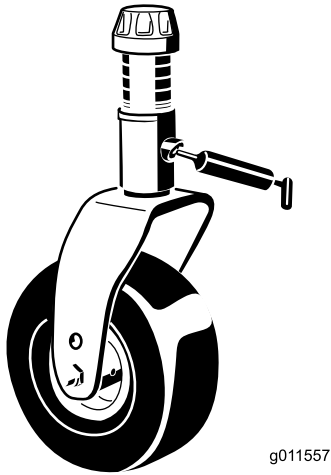

Bild 11
- Laufradgabel-Büchsen (4) (Bild 11)